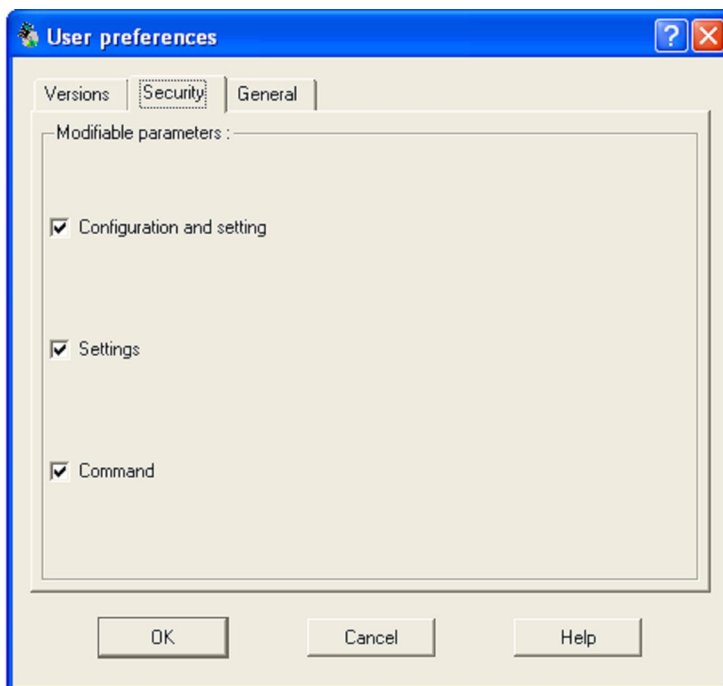

Рис. 1.7 Окно *User preferences*
Изменить папку для сохраняемых файлов можно в диалоговом окне *User preferences* (рис. 1.7, вкладка *General*, поле *User directory*). Окно вызывается командой меню *Tools\Preferences...* В том же окне во вкладке *Security* выбираются категории параметров, которые впоследствии могут быть изменены при вызове файлов конфигурации для редактирования.
- в виде файла конфигурации (в папке *User* или другой, заранее заданной в окне *User preferences*, см. рис. 1.7) по команде *File\Save as...* (первое сохранение) и *File\Save* (последующие);